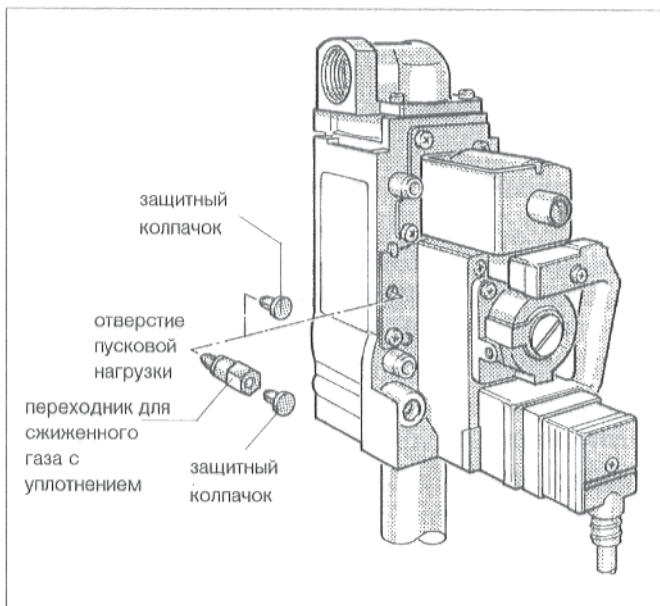

Рис. 52: газовая арматура "Honeywell" VR 4601
- При установке на сжиженный газ, необходимо снять защитный колпачок на отверстии пусковой нагрузки и ввинтить переходник для сжиженного газа (обозначение: 230) с уплотнением. Если у переходника для сжиженного газа нет защитного колпачка, то надеть на него защитный колпачок отверстия пусковой нагрузки (рис. 52).
При перестановке на природный газ переходник необходимо вывинтить и надеть защитный колпачок на отверстие пусковой нагрузки (рис. 52).